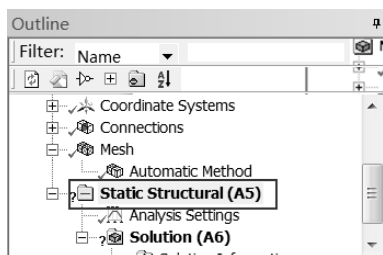
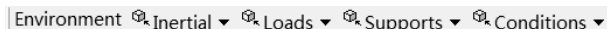

图 5-142 “边界条件”选项
图 5-143 环境工具栏
Step1 : 选择 Outline 栏中的 Static Structural (A5) 选项 , 如图 5-142 所示 , 此时会出现如图 5-143 所示的 Environment (环境) 工具栏。